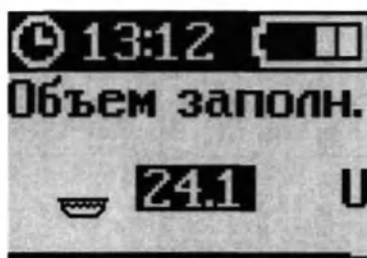

Рисунок 154 – Экран «ОБЪЕМ ЗАПОЛН.»
5. Кнопками «ВВЕРХ» и (или) «ВНИЗ» изменить объём заполнения (рисунок 154).